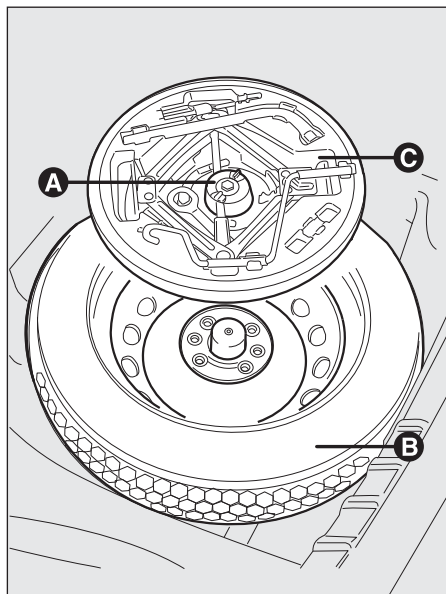

рис. 126
- открутите крепежное приспособление А – рис. 126;